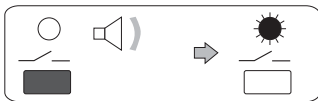

Abb. 3
- Halten Sie die **Taste** "↘" gedrückt, bis ein kurzes akustisches Signal ertönt, und lassen Sie die Taste danach wieder los: die Steuerung ist eingeschaltet und die entsprechende LED leuchtet anhaltend auf (Abb. 3).